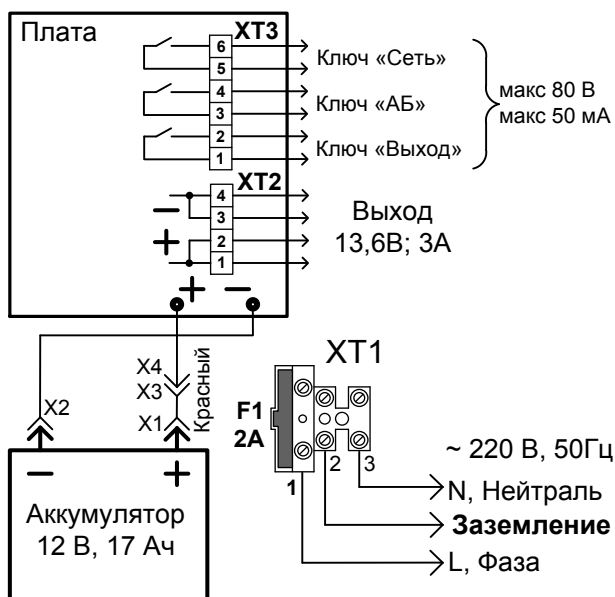

Рис. 2
ВНИМАНИЕ! При подключении внешнего питающего напряжения 220 В к сетевой колодке ХТ1 необходимо соблюдать правильность подключения проводов «фаза» и «нейтраль». Подключение производить в соответствии с Рис. 2. Схема подключения также расположена на внутренней стороне корпуса РИП.
3.2.4 Согласно схеме соединений (рис. 2):
б) изъять из колодки вставку **F1** (2 А), подключить сетевые провода к входной колодке (**фаза (L) должна быть подключена к ХТ1:1, см. рис. 2**);